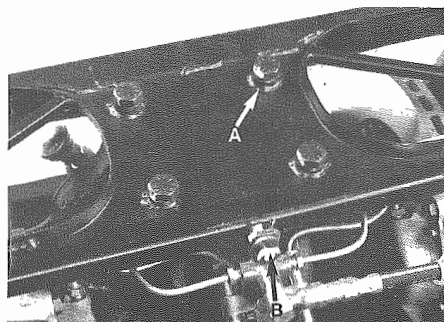

Fig. 28 - A - Viti fissaggio superiore traversa
Allentare le viti di fissaggio superiori traversa (Fig. 28).
- Smontare il raccordo spurgo olio freni (Fig. 28).
Loosen upper cross member fixing screws (Fig. 28).
- Disassemble brake oil drain connector (Fig. 28).